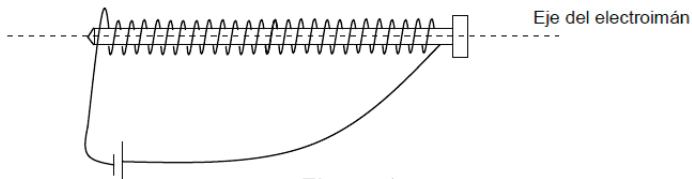

Figura 1
Un **electroimán** es un dispositivo mediante el cual se obtiene un campo de inducción magnética **B**. Una configuración usual consiste en un clavo de hierro (o algún otro material ferromagnético) sobre el cual se ha bobinado algún número de vueltas de alambre de cobre (*ver figura 1*).
- a) Realizar la construcción de un electroimán similar al de la *figura 1*, con una bobina de al menos 30 vueltas de alambre.